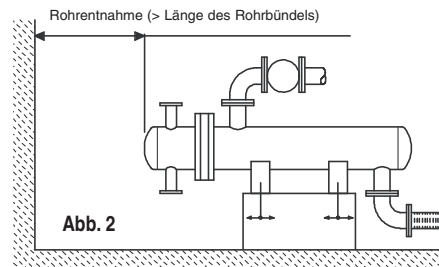

Abb. 2
- 5.1. **Anbringungsort:** Ausreichend Raum als Sicherheitsabstand sowie für Bewegungen des Personals, Wartungsarbeiten und das Entfernen oder Reinigen des Rohrbündels vorsehen (Abb. 2).